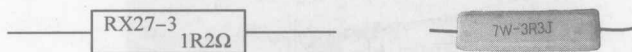

图1-5 直标法电阻器的外形图
(1) 直标法。直标法是将电阻器的标称值用数字和文字符号直接标在电阻体上，其允许误差用百分数表示，未标偏差值的即为 $\pm 20\%$ 的允许误差。直标法电阻器外形如图1-5所示。